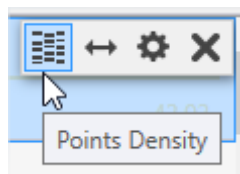

Рис. 5.4.2 Настройка отображения плотности точек мнемоники
- Дополнительно можно включить/отключить отображение плотности точек каждой отдельной мнемоники. Плотность точек отобразится в отчете, только если включена опция Special Marks – Points Density (Рис. 5.4.2).